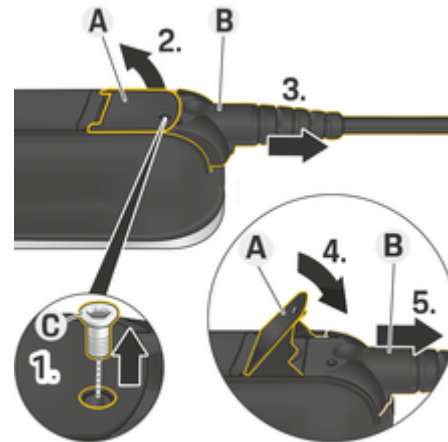

図 16: ケーブルの切り離し
1. 適切なツールを使用して、スクリュー **C** (図. 16) を取り外します。
2. リフト レバー **A** (図. 16)。
3. 抵抗を感じる所までプラグ **B** (図. 16) を引き出します。
4. レバー **A** (図. 16) を閉じます。
5. プラグ **B** (図. 16) を完全に引き出します。